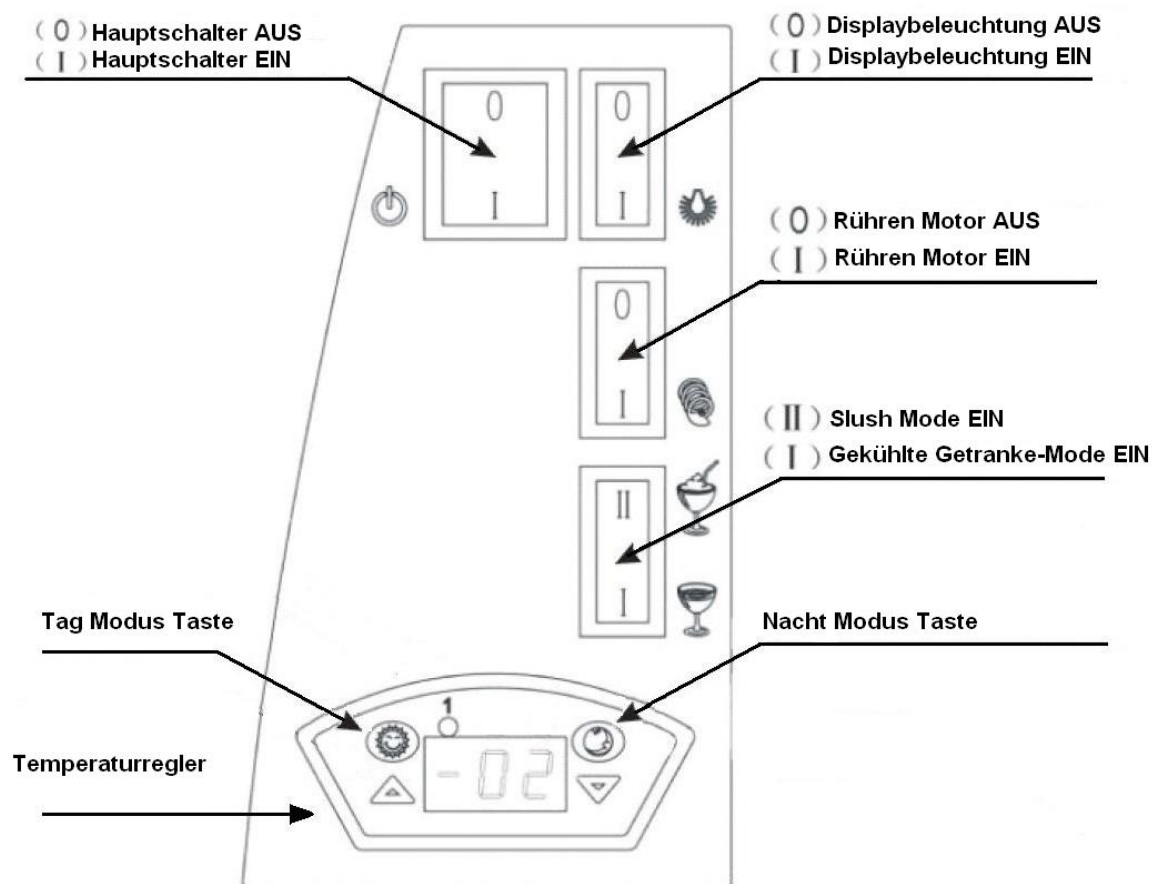

Fig. 1
1. Hauptschalter ausschalten (siehe Abb. 1)
1. Den Hauptschalter seitlich am Spender einschalten (siehe Abb. 1)
2. Den Rotormotor auf EIN stellen (siehe Abb. 1)
3.  am Temperaturregler drücken, um den Regler auf den Tagesmodus umzustellen (siehe Abb. 1)
4. Der Modusauswahlschalter muss dabei auf „Slush“ stehen –  (siehe Abb. 1)
4. Der Modusauswahlschalter muss dabei auf „Kaltgetränk“ stehen –  (siehe Abb. 1)
Die LED-Displaybeleuchtung kann mit der Taste  EIN oder AUS geschaltet werden (siehe Abb. 1)